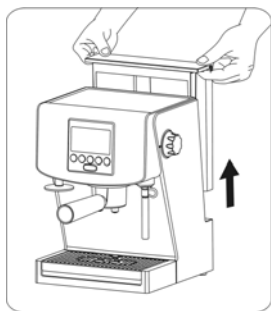

Рис. 11
- 18.3. Свалете резервоара за вода (1) и подноса за оттичане (8) заедно с решетката (7) от експреса (Рис. 11).
- 18.23. Свалете резервоара (1) и подноса за оттичане (8) заедно с решетката (7) от експреса (Рис. 11).